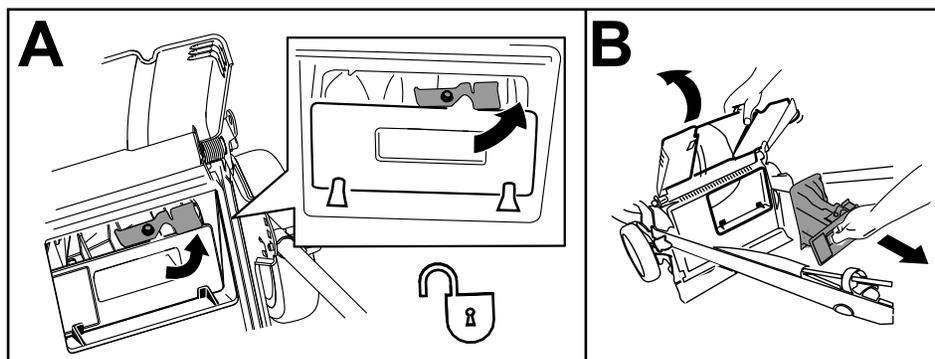

Figura 27
2. Sbloccate il coperchio dello scarico posteriore (A nella Figura 27).
3. Estraiete il coperchio della scarico posteriore (B nella Figura 27).